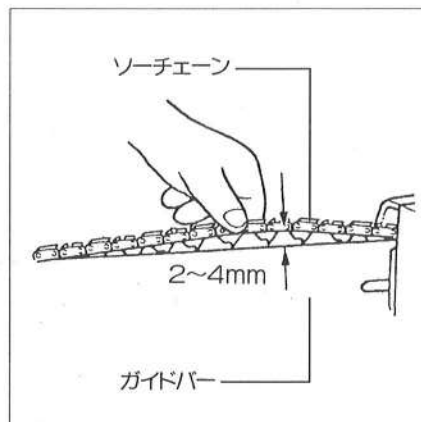

図4
④ソーチェーンの張りはガイドバーの中間で、ソーチェーンを軽く指で引き上げて本機が浮き上がったとき、**ガイドバーとソーチェーンの間が2~4mm程度**になるようにガイドバー調整ネジを回して調整してください。(図4参照)